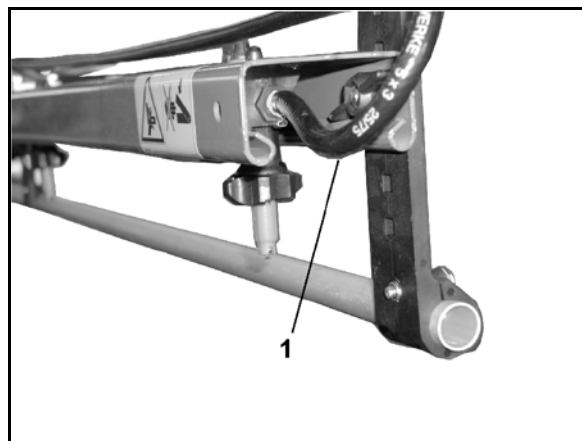

Bild 122
- möjliggör ett ständigt omlopp av vätska i sprutledningen när tryckomloppssystemet är inkopplat. För detta har varje delbredd utrustats med en spolanslutningsslang (Bild 122/1).
- en spolanslutningsslang (Bild 122/1) per delbredd.